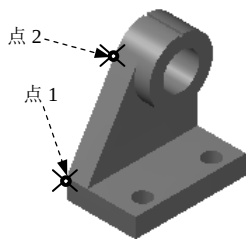

图 7.7.41 定义直线的两个端点
① 选择命令。选择下拉菜单 命令，系统弹出“直线”工具栏。
② 绘制第一条直线。在 下拉列表中选择第二个选项 。在绘图区选取图 7.7.41 所示的两个点。
③ 单击 按钮，完成直线的绘制。